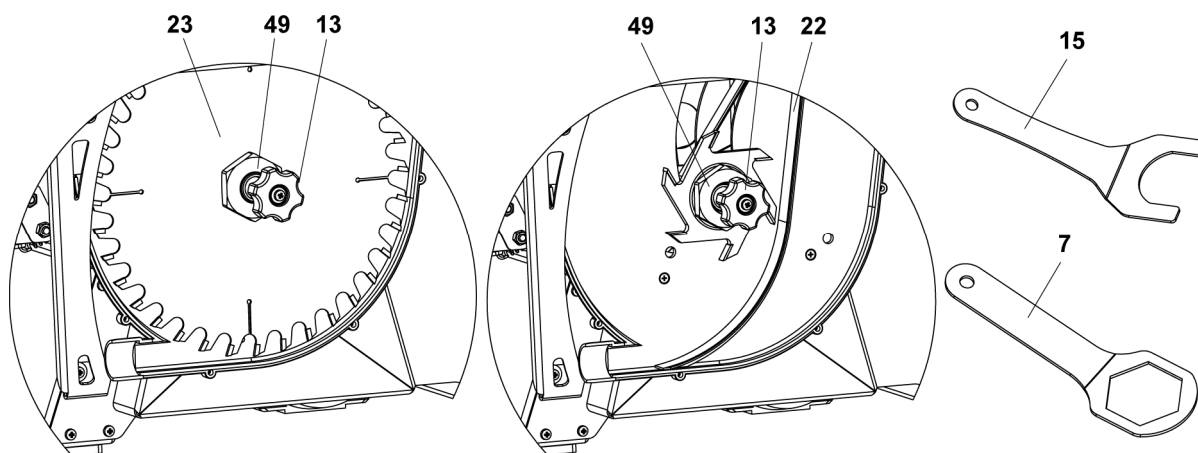
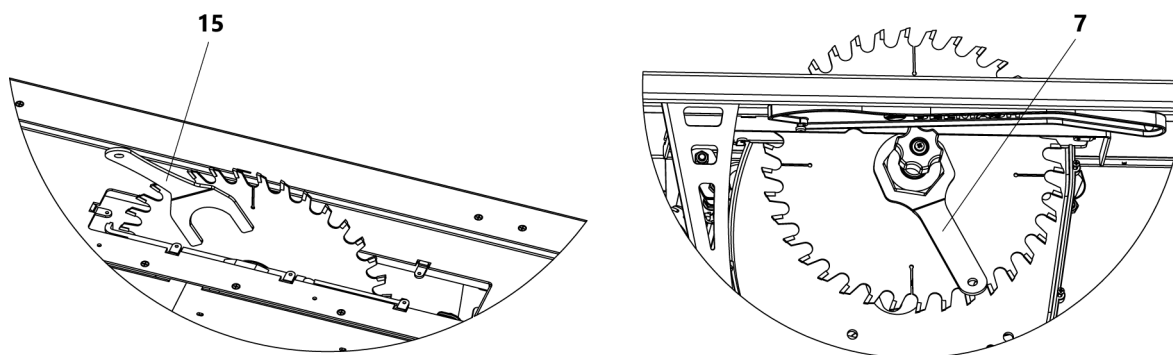

Рисунок 13. Демонтаж пильного диска/фрезы
Рисунок 14. Установка ключей при демонтаже пильного диска/фрезы
- затем с помощью ключей 7 и 15 (рис. 13) открутить гайку 49 крепления пильного диска 23 (рис. 14);